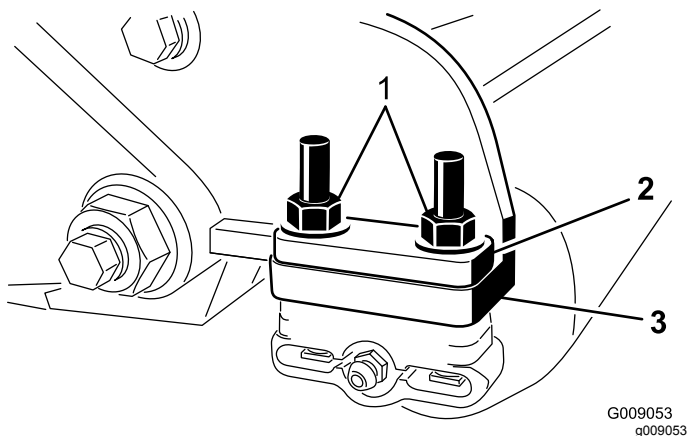

図 7
6. 各ローラブラケットをサイドプレートに固定している 2 本のフランジロックナットを外す 図 7。ボルトは外さないこと。また、サイドプレート取り付けフランジの上部についている 6mm スペーサはすべて取り外す。